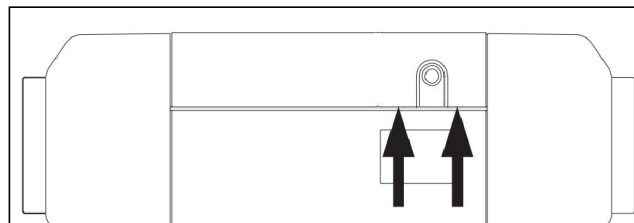

Рис. 20. Снятие крышки контроллера
- Снимите обе стороны крышки контроллера тупым лезвием, как показано на Рис. 20;